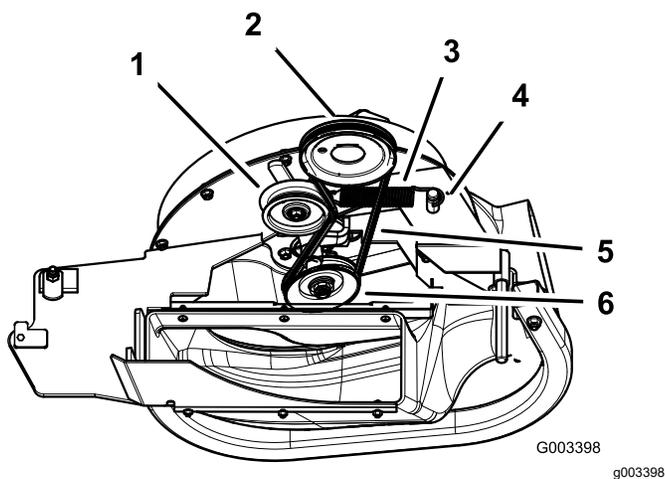

Figure 12
1. Sur les tondeuses de 152 et 183 cm (60 et 72 po), chaussez la courroie sur la poulie de ventilateur (Figure 12).